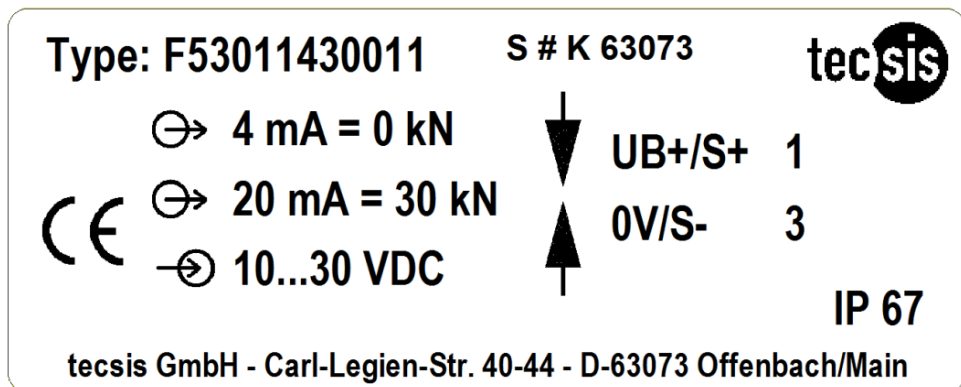

Abb. 1 Beispiel: Typenschild Standardversion – 1 x Anschlussstecker Ausgangssignal 4...20 mA
- Das Ausgangssignal ist auf dem Typenschild (Abb. 1 bis 3, S. 10-11) vermerkt.
- Die Belegung des Anschlusses ist ebenfalls auf dem Typenschild (Abb. 1 bis 3, S. 10-11) und im Abschnitt „Elektrischer Anschluss“ zu finden. Es ist stets auf die richtige Polung zu achten.
Die Anschlussbelegung des Steckers oder des Kabels sind dem Typenschild (Abb. 1 bis 3, S. 10-11) zu entnehmen. Wenn nicht anders vereinbart, finden standardmäßig die folgenden Belegungen Anwendung.